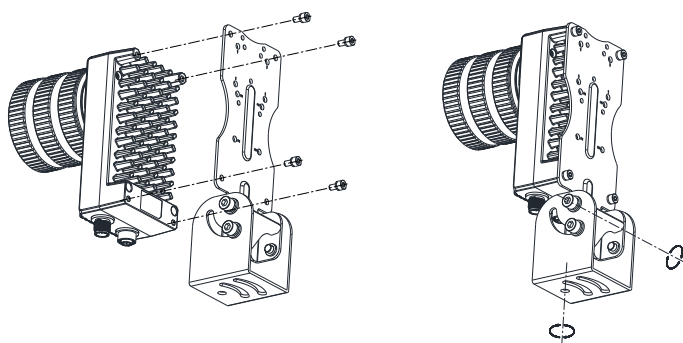
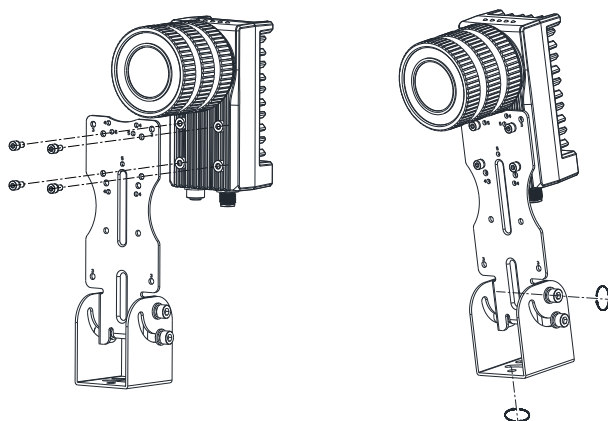
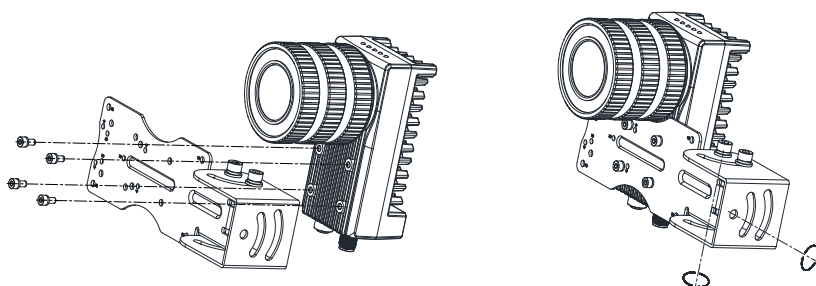

图3-1 背面安装
图3-2 正面安装
图3-3 正面侧装
1. 将设备用 M4 螺丝安装到固定支架上，再通过固定支架安装到其他机构件上，共有 3 种安装方式，如图 3-1、图 3-2 以及图 3-3 所示。您可根据实际情况选择安装方式。